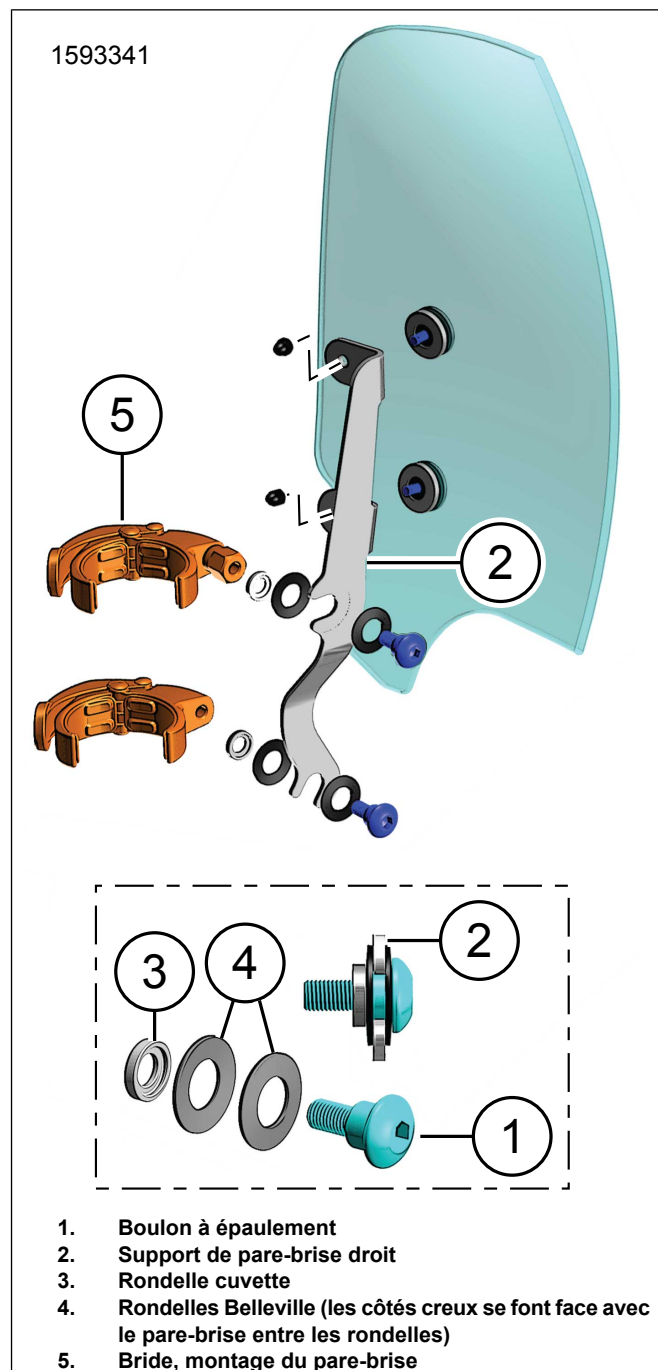

Figure 3. Bride de montage du pare-brise
- Figure 3 Retirer les deux kits brides (5) et visserie de leur emballage.